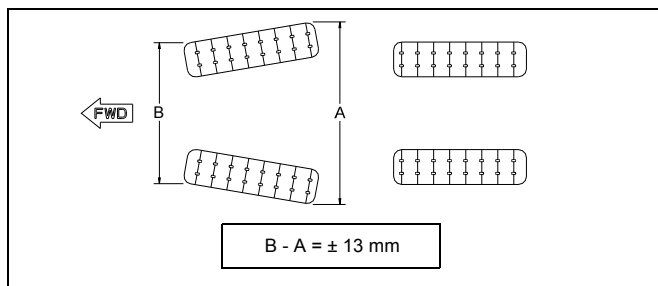

Figure 10
On exige d'ajuster le parallélisme lorsque que le VTT est placé sur le sol, en déplaçant celui-ci vers l'avant sur environ 3 m pour ensuite mesurer le parallélisme. Celui-ci devrait être de 13 mm inférieur à l'avant (B) par rapport à l'arrière (A). Voir la Figure 10.